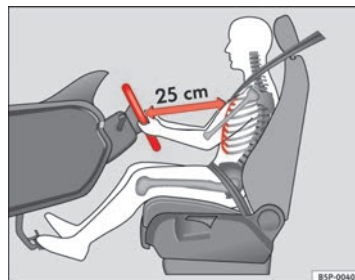

Abb. 134 Die richtige Sitzposition des Fahrers
- Stellen Sie das Lenkrad in die gewünschte Position ein ⇒ Abb. 134.
- Stellen Sie den Fahrersitz bzw. das Lenkrad so ein, dass der Abstand zwischen Lenkrad und Brustbein mindestens 25 cm beträgt → **Abb. 134**. Wenn Sie den Mindestabstand nicht einhalten, kann Sie das Airbag-System nicht schützen – Lebensgefahr!